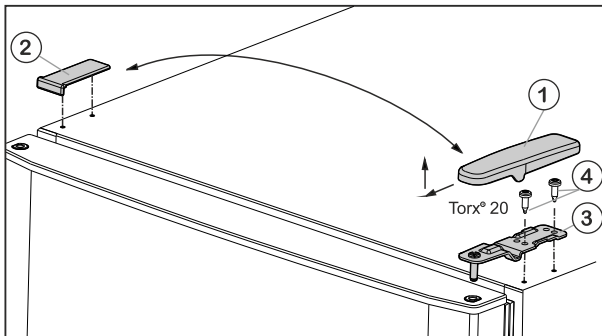
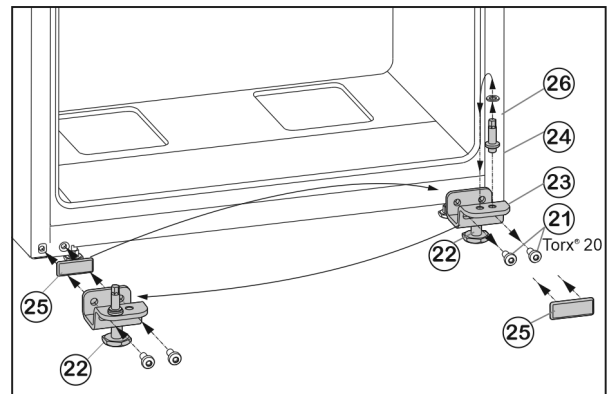

Fig. 4
Fig. 6
- ▶ Trekk av Fig. 4 (1)dekselet forover og opp.
- ▶ Løft av Fig. 4 (2)dekselet.
- ▶ Skru av øvre lagerbukk Fig. 4 (3) (2 ganger torx® 20) Fig. 4 (4) og trekk den opp og av.
- ▶ Skru av festeskrue Fig. 6 (21).
- ▶ Fjern lagerbukken nede Fig. 6 (23) komplett med lagerbolt Fig. 6 (24), skive Fig. 6 (26) og justerbar fot Fig. 6 (22).
- ▶ Skru av lagerbolten Fig. 6 (24) komplett med skive Fig. 6 (26), sett den inn i hullet til lagerbukken på motsatt side og skru den fast igjen.
- ▶ Ta dekkplaten Fig. 6 (25) forsiktig av og sett den på motsatt side.
- ▶ Skru lagerbukken nede Fig. 6 (23) komplett med lagerbolt Fig. 6 (24), skive Fig. 6 (26) og justerbar fot Fig. 6 (22) fast igjen på den nye hengselsiden evt. med hjelp av batteridrevet skrumaskin (med 4 Nm).
- ▶ Sett den nedre døren ovenfra ned på lagerboltene Fig. 6 (24).
- ▶ Sett den midtre lagerbukken (13) dreid med 180° inn i den nedre døren og skru den fast med festeskrue (11) (2 stykk Torx® 20) på den nye hengselsiden (med 4 Nm).
- ▶ Sett igjen på plastskiven (10).
- ▶ Sett den øvre døren på den midtre lagrebukken (13).
- ▶ Sett den øvre lagerbukken Fig. 4 (3) inn i døren på den nye hengselsiden.
- ▶ Skru den øvre lagerbukken **fast (med 4 Nm)** (2 stykk Torx® 20) Fig. 4 (4). Bruk eventuelt en motordreven bor.
- ▶ Sett dekselet Fig. 4 (1) fra utsiden på motsatt side og smekk det i lås.
- ▶ Sett dekselet Fig. 4 (2) ovenfra på motsatt side og smekk det i lås.
- ▶ Skru ut den justerbare foten Fig. 6 (22) på den nedre lagerbukken Fig. 6 (23), helt til den ligger på gulvet.